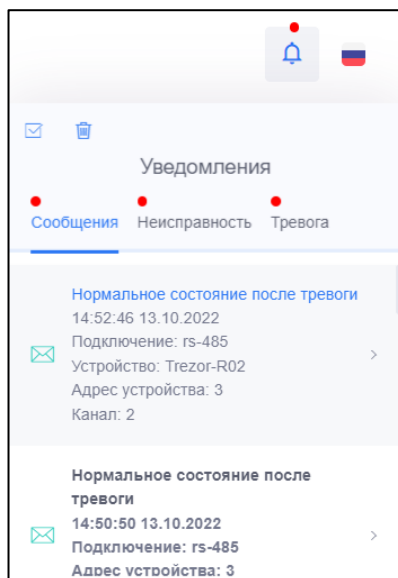

Рисунок 2.3 – Панель уведомлений
2.3.1.2 Кнопка «🔔» в правом верхнем углу интерфейса служит для быстрого доступа к уведомлениям о новых событиях в системе (рисунок 2.3). Красная точка означает, что есть непрочитанные уведомления.